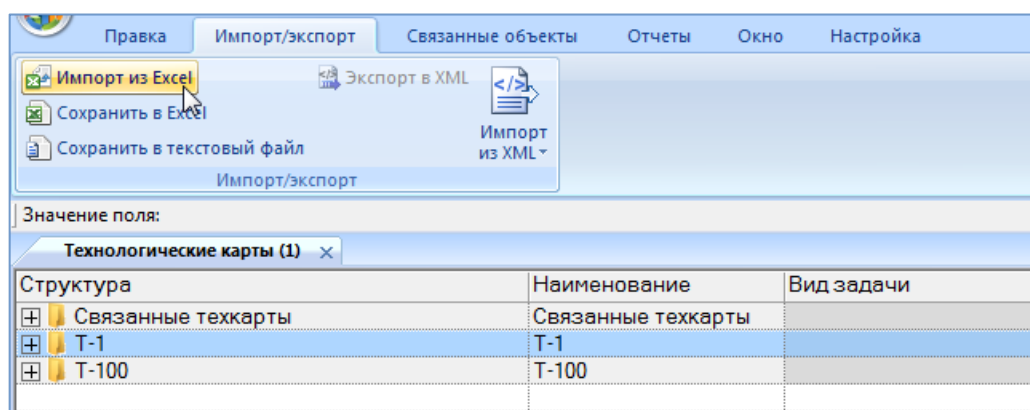

Рис. 17-81 – Импорт техкарт из файла Excel
4) Нажать кнопку «Импорт из Excel» панели «Правка» (рис. 17-81).